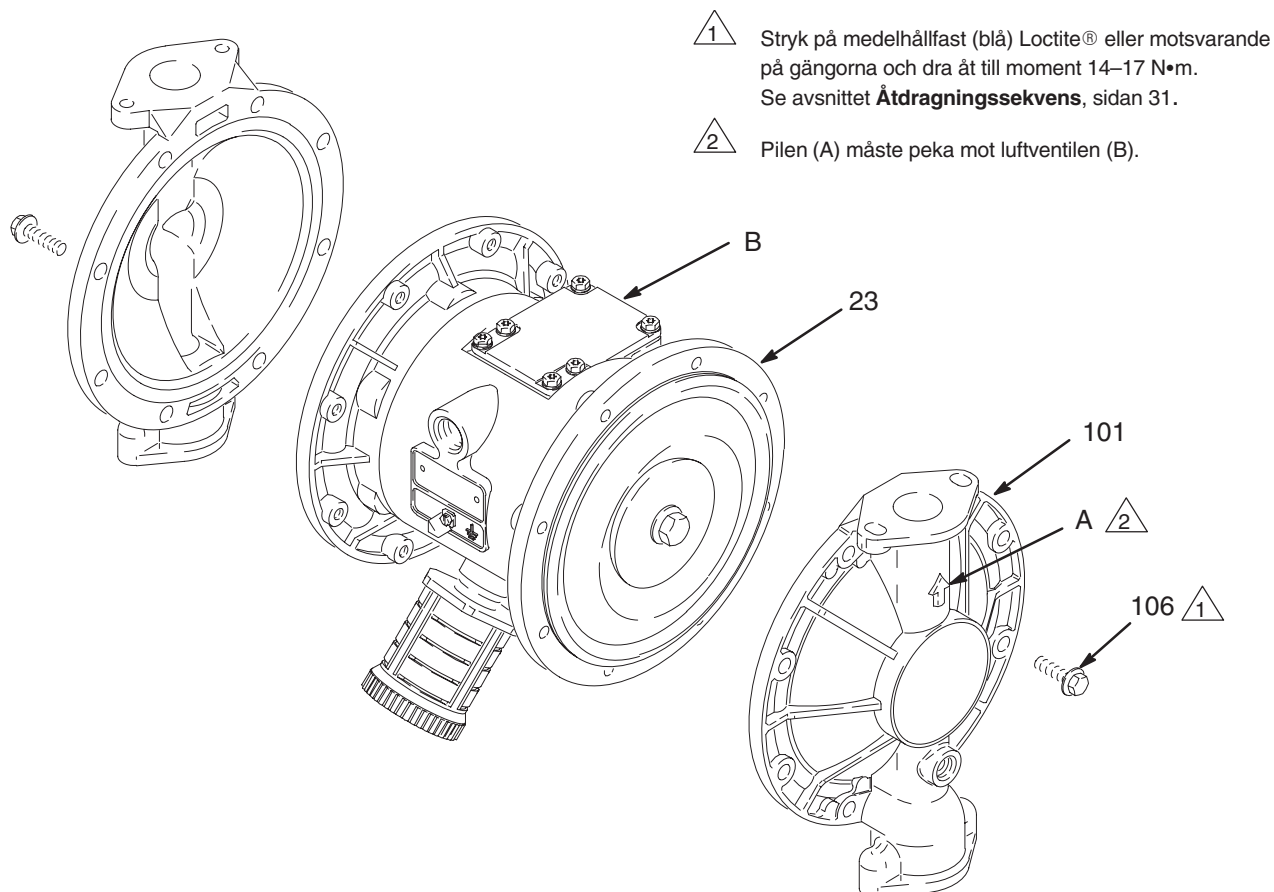

Fig. 13
3. Skruva med en 10 mm hylsnyckel bort skruvarna (106) som håller ihop vätskelocken (101) och luftlocken (23). Dra av vätskelocken (101) från pumpen. Se Fig. 13.
- c. *Gäller endast PTFE modeller, montera PTFE membranet (403*). Se till att sidan märkt AIR SIDE vänds mot mittsektionen (1).*
- d. Sätt på membranet (401*) på bulten. Se till att sidan märkt AIR SIDE vänds mot mittsektionen (1).
- e. Montera luftsidans membranbricka (104) med den rundade sidan vänd mot membranet (401). Denna bricka är samma för alla modeller och är präglad med sitt artikelnummer.
- f. Applicera medelhållfast (blå) Loctite® eller motsvarande på gängorna på bulten (107). Dra åt bulten i axeln (24) med handkraft.
3. Fetta in hela membranstången (24) och trä den genom huset (1).
5. Håll ena axelbulten (107) med en nyckel och dra åt den andra bulten till moment 27–34 N•m vid maximalt 100 r/min.
6. Passa in vätskelocken (101) och mittsektionen (1) så att pilarna (A) på locken pekar i samma riktning som luftventilen (B). Applicera medelhållfast (blå) Loctite® eller motsvarande på gängorna på skruvarna (106). Sätt fast locken med skruvarna och dra åt med handkraft. Se Fig. 13. Dra åt skruvarna korsvis och jämnt till moment 14–17 N•m med en 10 mm hylsnyckel. Se avsnittet **Åtdragningssekvens**, sidan 31.